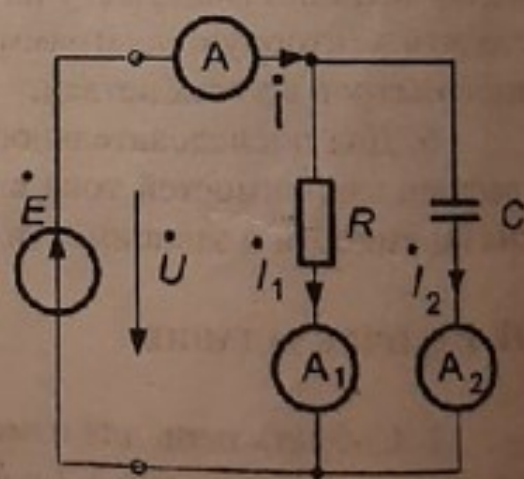

Рисунок 4.4
5. Для случая параллельного соединения резистора  $R$  и конденсатора  $C$  (рис.4.4) (значения  $R$  и  $C$  взять из табл.4.2) определить эквивалентное (входное) комплексное сопротивление на частоте 50 Гц. При каком напряжении питания амперметр на входе покажет 1 А? При этом напряжении построить векторную диаграмму токов и напряжений, определить показания амперметров во всех ветвях.
✓ 3. Включить резистор и конденсатор параллельно (рис.4.4). Величины  $R$  и  $C$  те же, что и для последовательного соединения (п.2). Плавное увеличение напряжения питания, установить ток на входе, равный 1 А. Записать показания всех амперметров и вольтметра на входе. Сравнить результаты опыта с расчетом (раздел II, п.5).